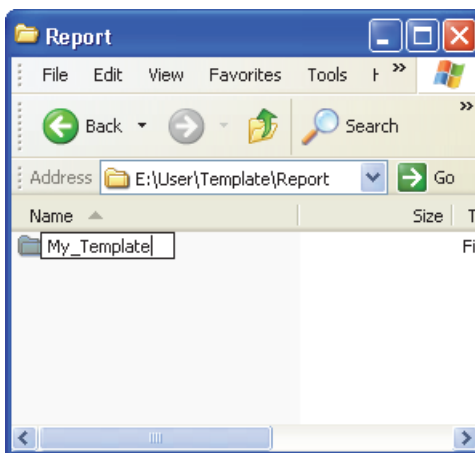

Figura 7-5 Percorso dei file dei rapporti personalizzati
4. Rinominare la cartella \\User\Template\Report\Complete\, appena copiata, utilizzando un nome scelto dall'utente (nell'esempio della Figura 7-5 a pagina 213 è stata rinominata con My_Template).